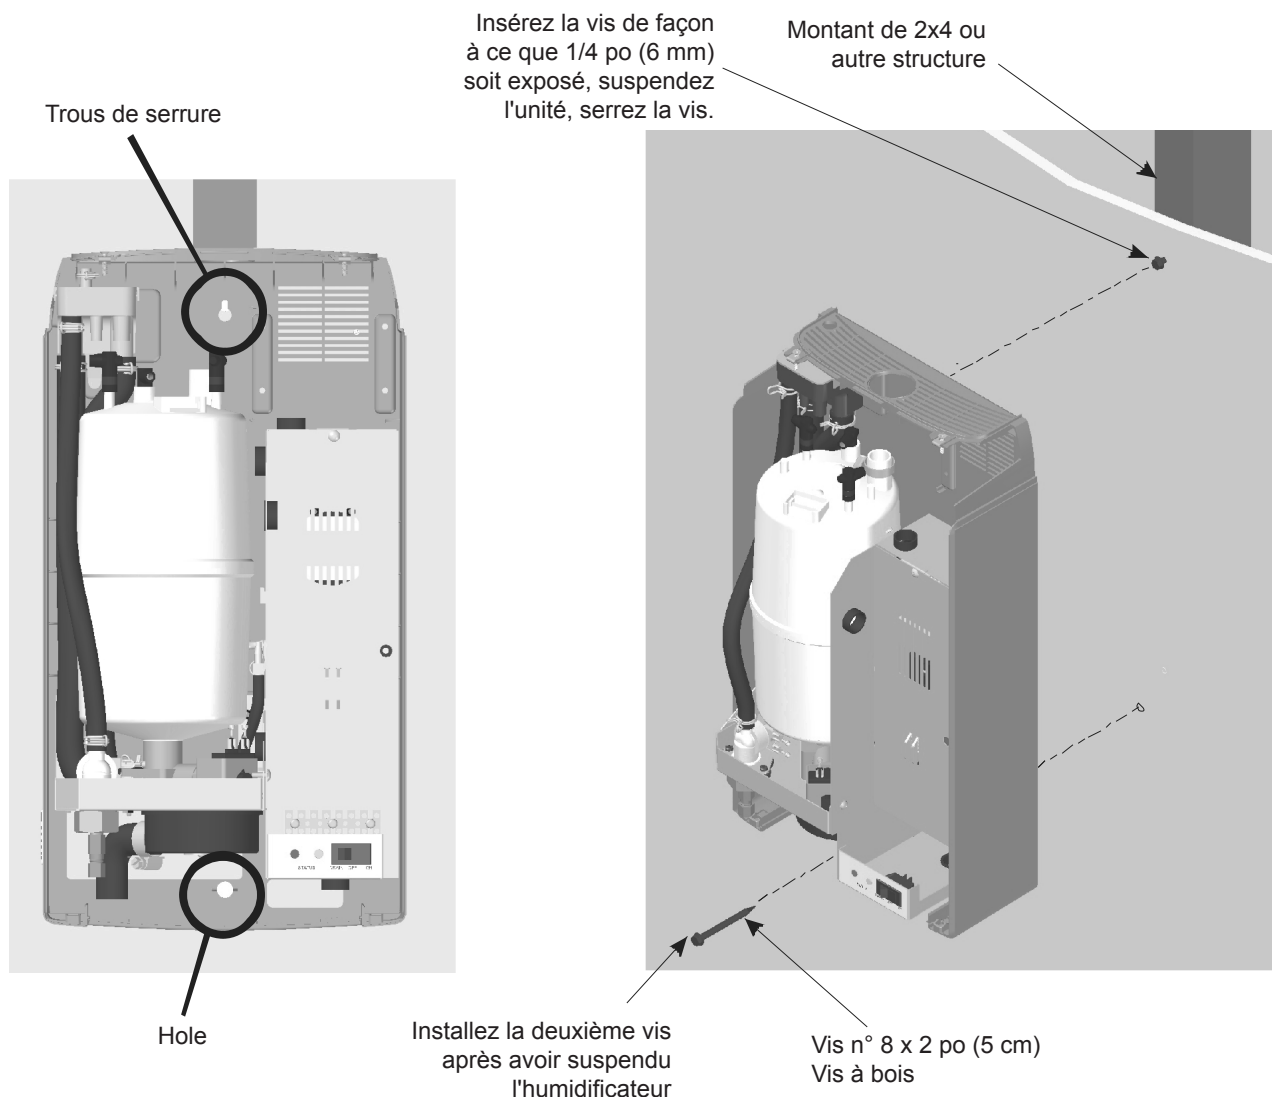

Figure 5: Installation sur gabarit à trous de serrure
4. Assurez-vous que l'unité est de niveau, puis insérez la deuxième vis dans le trou inférieur et serrez-la. Serrez la vis supérieure. Consultez la Figure 5: Installation sur gabarit à trous de serrure.